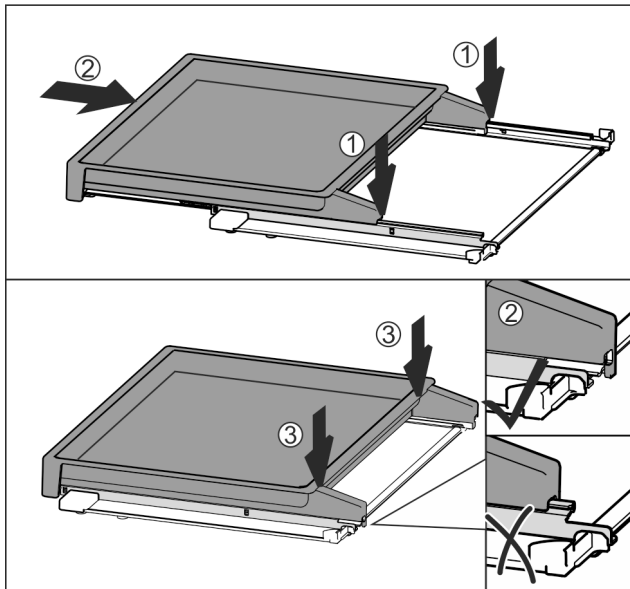

Fig. 51
- ▶ Colóquela centrada sobre los rieles Fig. 51 (1).
- ▶ Introduzca completamente la tabla expandible Fig. 51 (2).
- ▶ Presione en la parte posterior hasta que se escuche que haya encajado Fig. 51 (3).